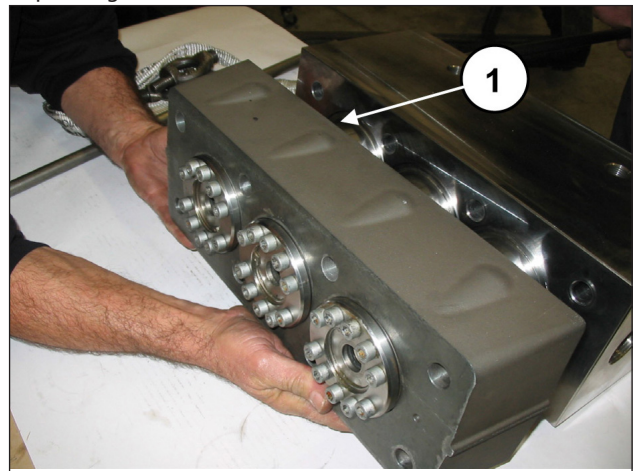

Fig. 98
Dégager l'entretoise des chemises des groupes chemises (rep. ①, Fig. 98).